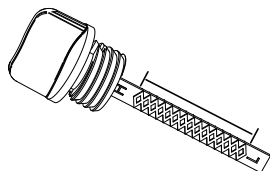

Figura 2-14. Intervalo de funcionamiento seguro
6. Vea la Figura 2-14. Retire la varilla de medición y verifique si el nivel de aceite está dentro del intervalo de funcionamiento seguro.